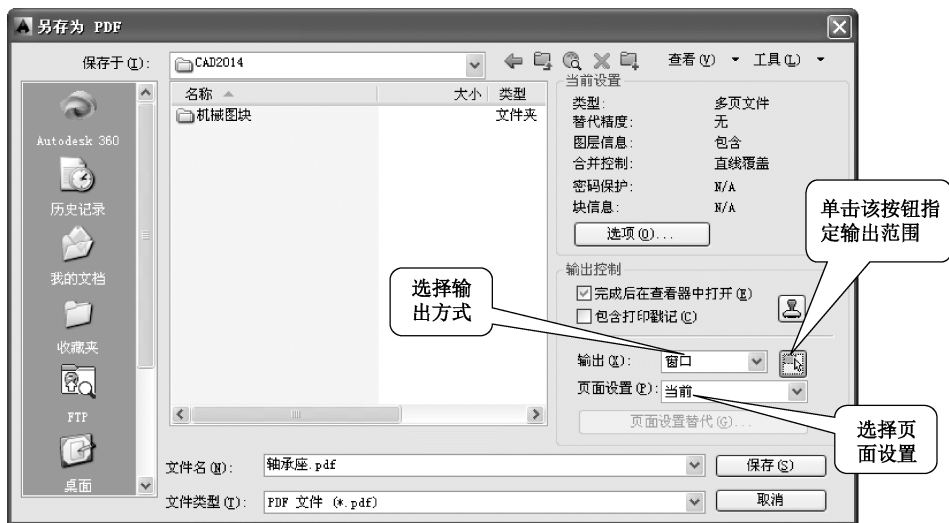

图 8-24 在模型空间输出 PDF 文档时的“另存为 PDF”对话框
(1) 在功能区的“输出”选项卡下“输出为 DWF/PDF”面板中单击“输出 PDF”按钮，弹出“另存为 PDF”对话框，如图 8-24 所示。
(2) 在“输出控制”选项组下选中“完成后在查看器中打开”复选框，如图 8-24 所示。
(3) 在“输出”选项列表中选择输出方式为“窗口”，单击“选择窗口”按钮，切换到绘图窗口（模型空间中），选择图形的左上角点和右下角点以确定要输出的图纸范围。
(4) 在“页面设置”选项列表中选择“当前”，如图 8-24 所示。
(5) 指定保存路径、文件名，单击按钮，输出轴承座的 PDF 文档，并自动在查看器中打开。
若在模型空间执行上述命令, 系统将弹出如图 8-24 所示的“另存为 PDF”对话框; 若在图纸空间执行上述命令, 系统将弹出如图 8-25 所示的“另存为 PDF”对话框。在上述对话框中, 用户均可以快速替代设备驱动程序的面页设置选项、添加打印戳记等。